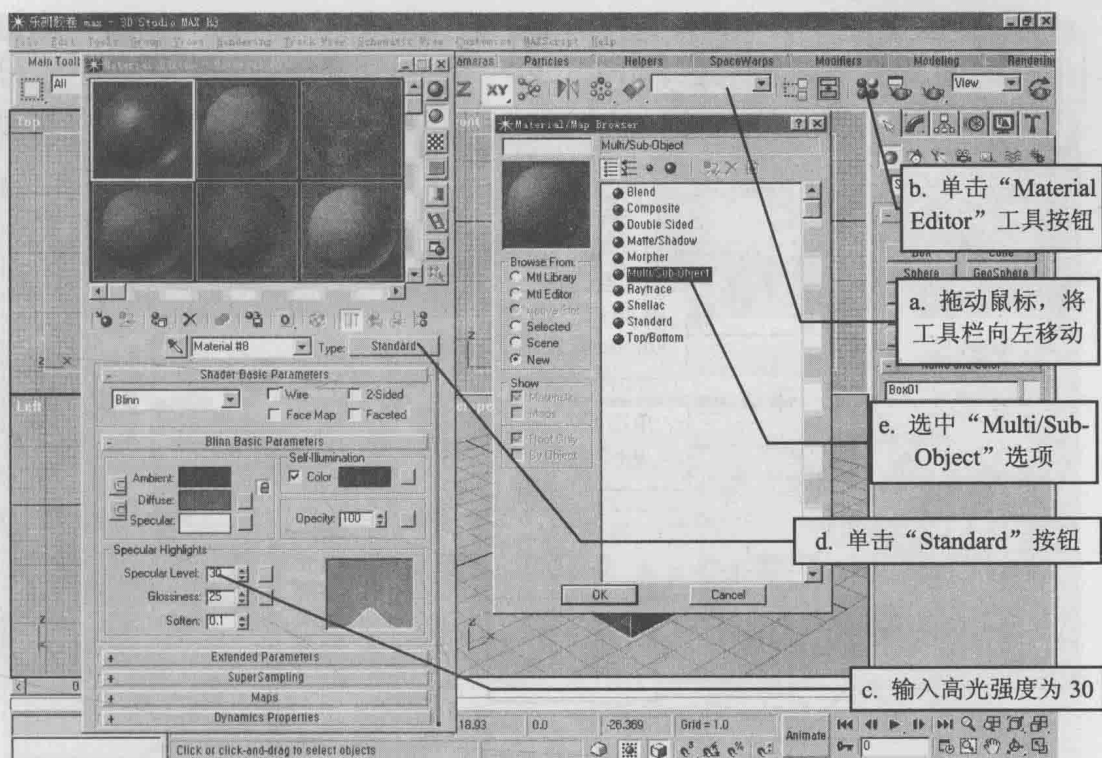

图 1-1-18
(11) 屏幕上出现了一个“Material Editor”（材质编辑器）对话框，如图 1-1-18。在“Specular Level”（高光强度）输入框中输入高光强度为 30，如图 1-1-18c，然后单击“Type”（材质种类）右边的“Standard”（标准材质）按钮，如图 1-1-18d。